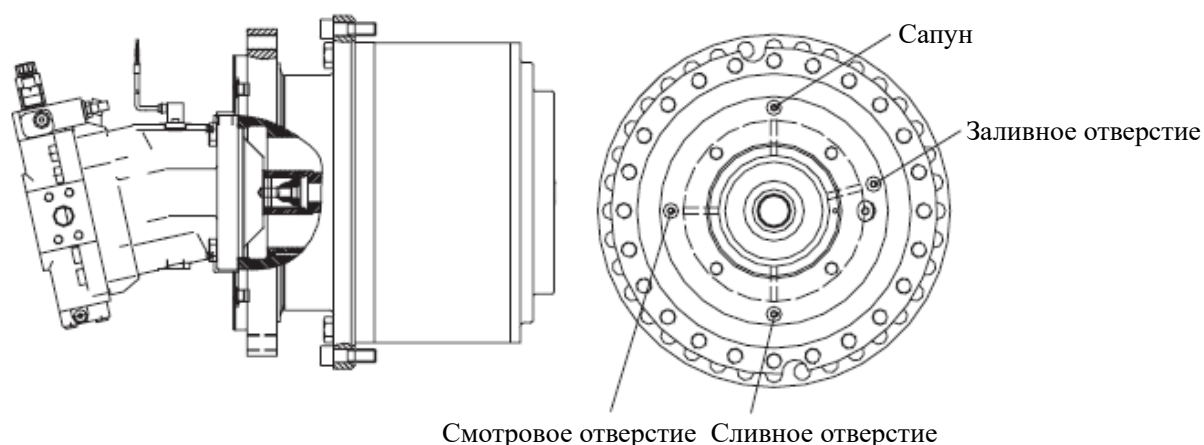

Рис. 6-02 Проверка уровня масла
- Если уровень масла виден, то масла достаточно. В противном случае добавьте масла (рис. 6-02).
Опустите груз перед заменой масла (рис. 6-02).